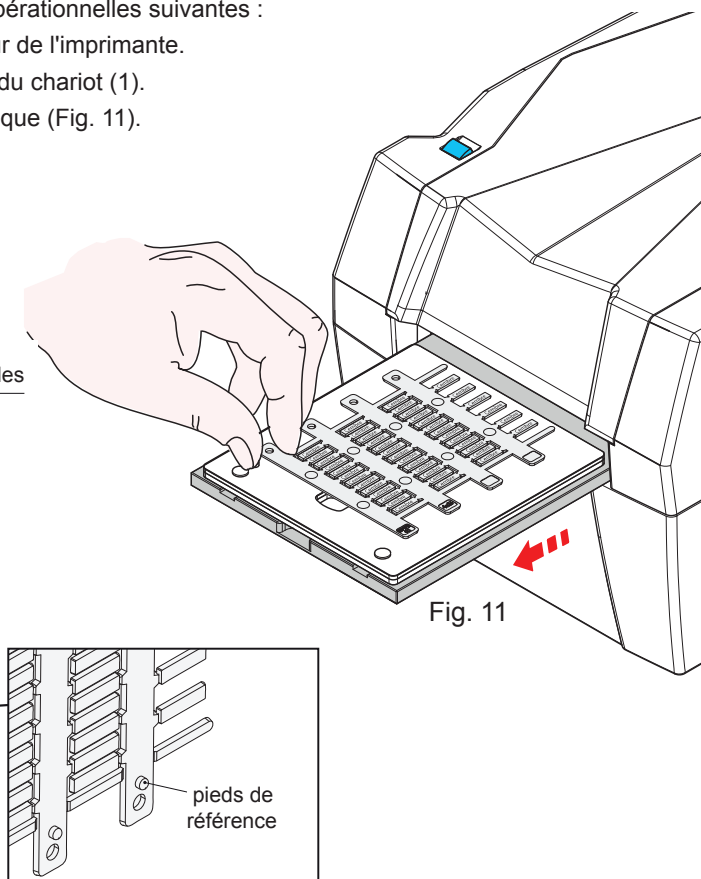

Fig. 11
1. Déplacement du chariot mobile (1) vers l'intérieur de l'imprimante.
2. Impression de la carte avec sortie conséquente du chariot (1).
3. Retrait manuel de la carte d'impression de la plaque (Fig. 11).